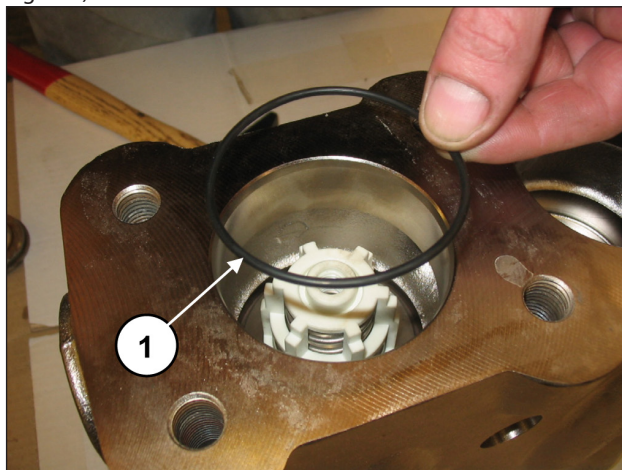

Fig. 127
Introducir la junta tórica, pos. dibujo desglosado 17 (pos. ①, Fig. 127).